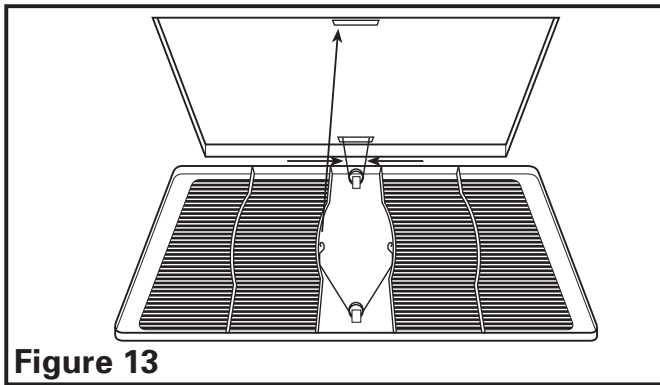

Figure 13
4. Installer la grille en pressant ensemble les deux extrémités des ressorts et en les installant dans les fentes du châssis du ventilateur. Pousser la grille en position (Figure 13).